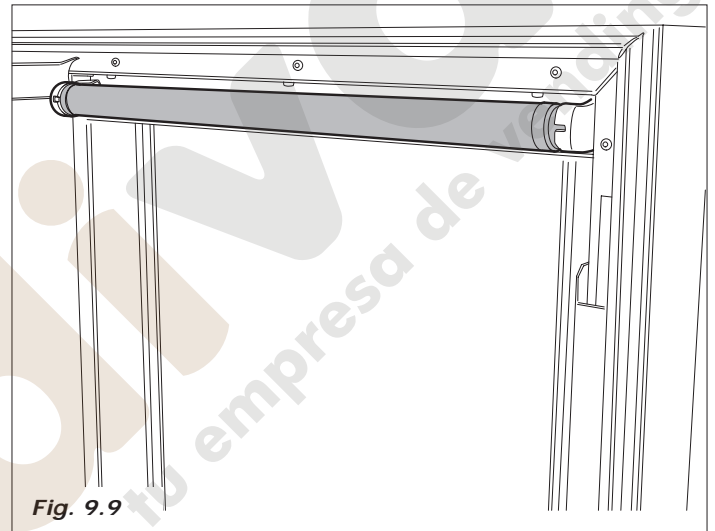

Fig. 9.9
- Sustituir el tubo de neón (Fig. 9.9).